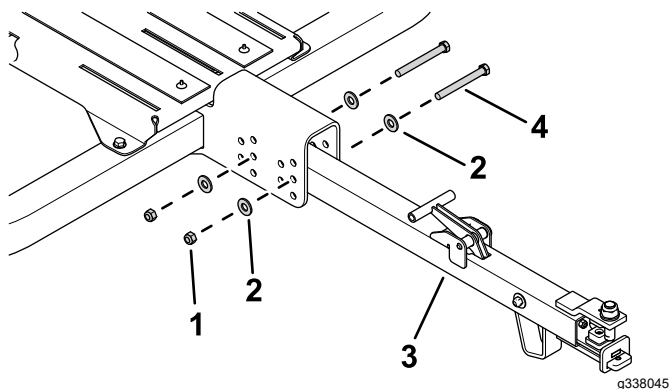

Figura 23
1. Utilize 2 parafusos (7/16 pol.), 4 anilhas e 2 porcas de fixação para fixar o garfo do reboque à estrutura principal (Figura 23).